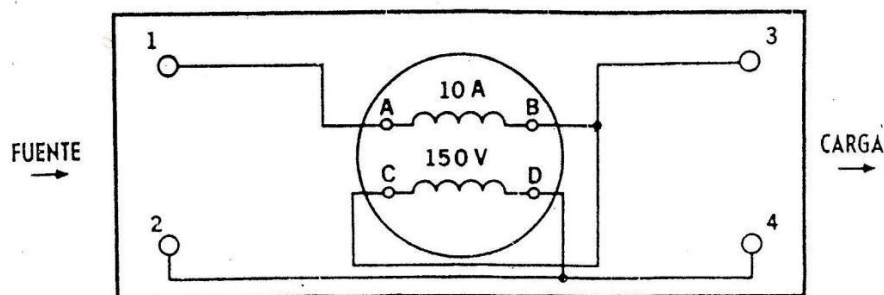

Figura 1
1. Examine la construcción del Módulo EMS 8431 del wattmetro monofásico, fijándose especialmente en el medidor, el interruptor, las terminales de conexión y el alumbrado. En la figura 1 se muestra un dibujo esquemático de las conexiones del módulo.